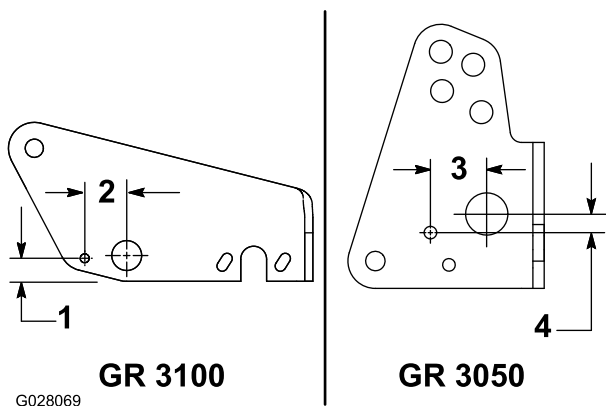

Figura 9
- A. Utilice las dimensiones indicadas en Figura 9 para marcar el bastidor.